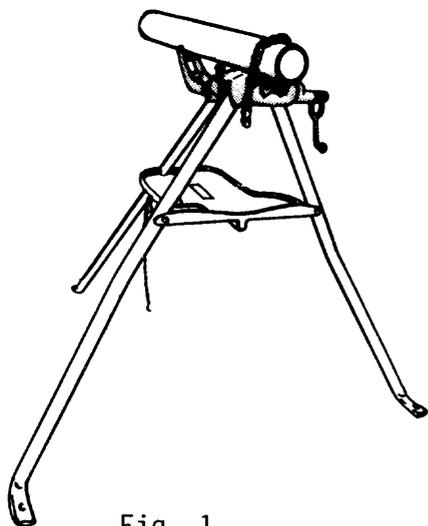

Fig. 1
*LA PRENSA-TRÍPODE DE CADENA* (fig. 1)